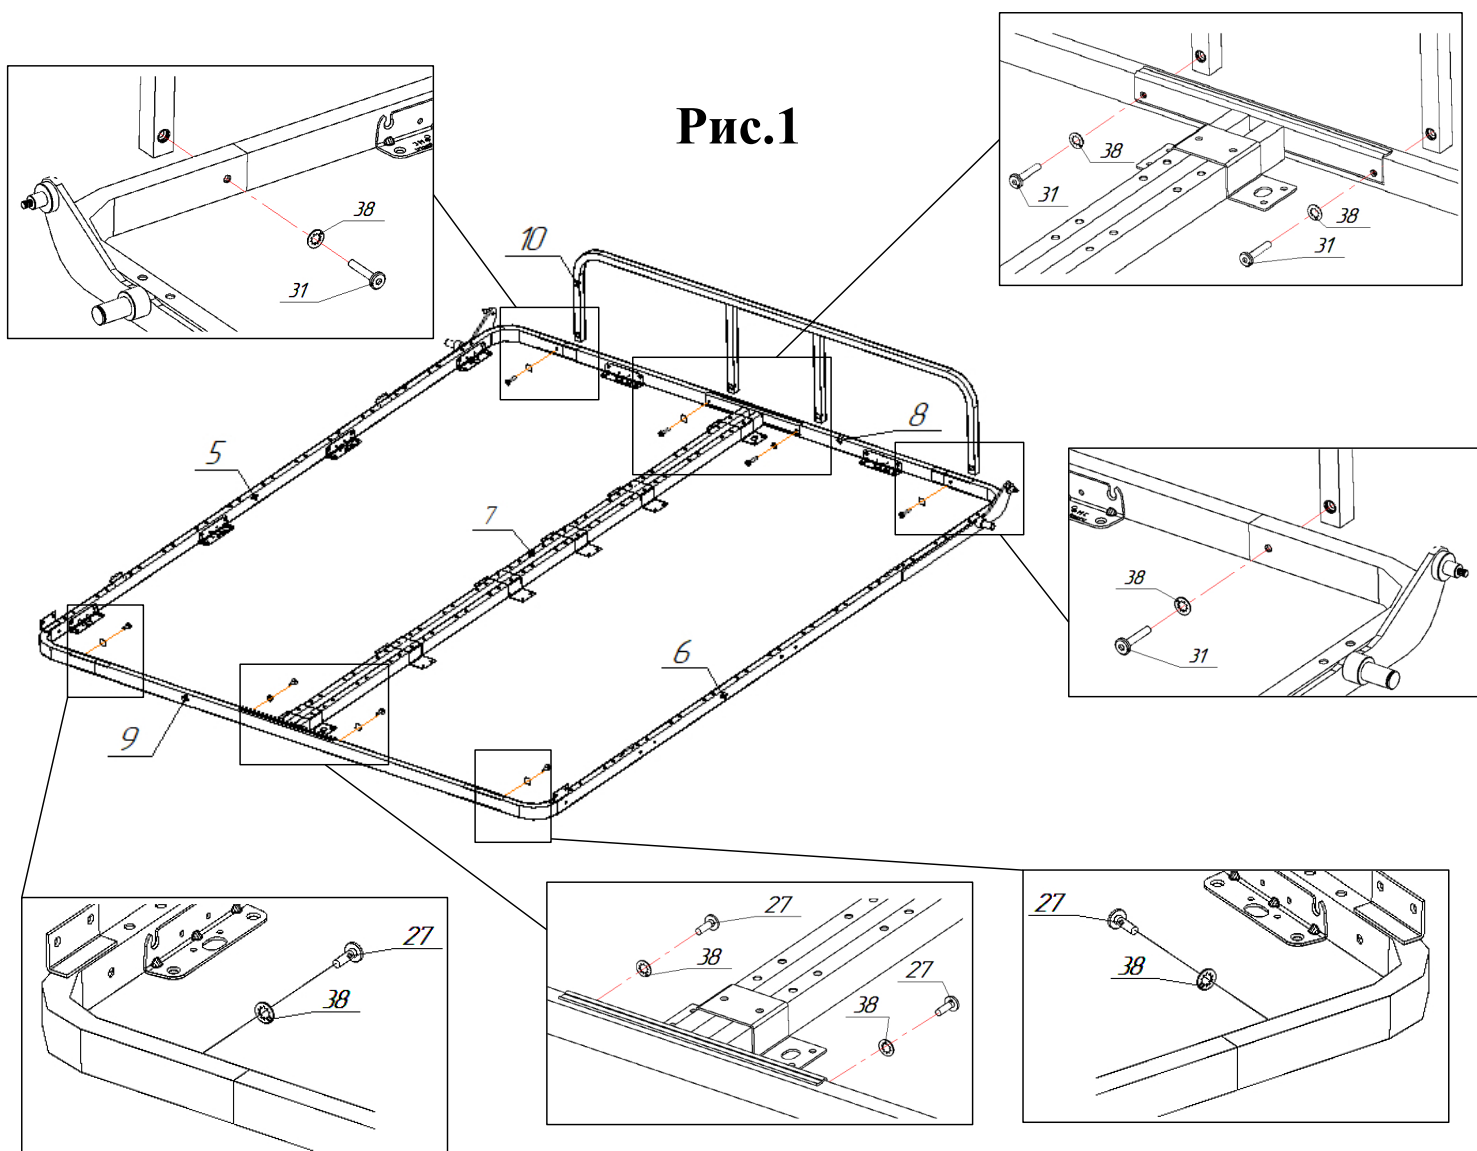

Рис.1
1. Собрать левую и правую рамы кровати поз.5 и поз.6 со штангами поперечными поз.8 и поз.9. Закрепить рамы правую и левую поз.6 и поз.5 к штанге поперечной изножья поз.9 с помощью винтов М6х20 поз.27 и шайб стопорных поз.38 (см.рис.1) Установить штангу продольную поз.7 между штангами поперечными изголовья поз.8 и изножья поз.9. Закрепить штангу продольную поз.7 к штанге поперечной изножья поз.9 используя винты М6х20 поз.27 и шайбы стопорные поз.38 (рис.1). Присоединить бортик стационарный поз.10 к рамам правой и левой поз.6 и поз.5 и штанге изголовья поз.8 с помощью винтов М6х35 поз.31 и шайб поз.38 (см.рис.1).